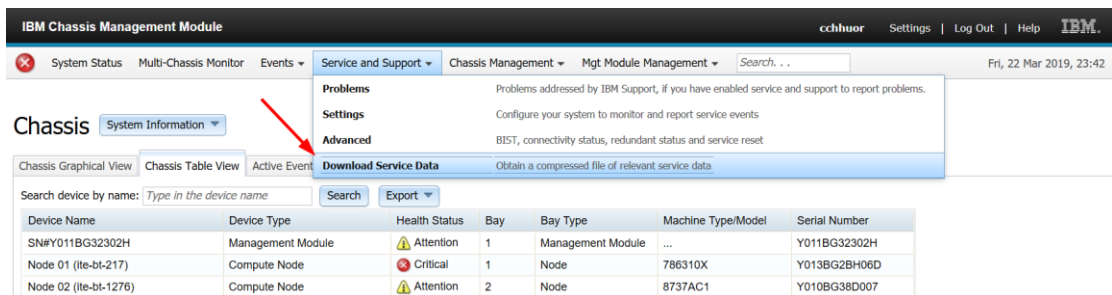

图 17: Chassis Management Module 主页
2. 单击 Service and Support 菜单，然后单击 Download Service Data，如图 17 所示；